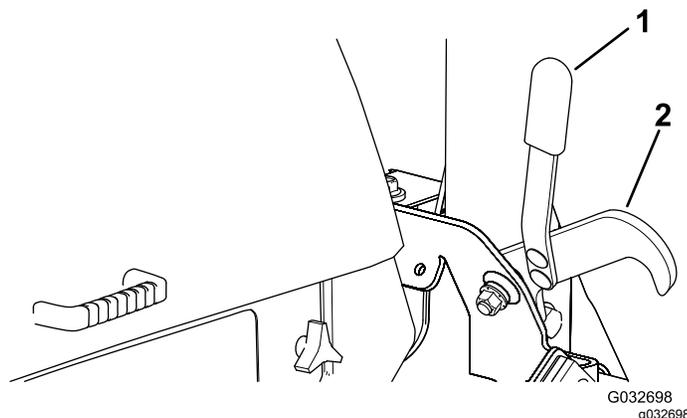

Рисунок 29
2. Используя ручку, расфиксируйте защелки, удерживающие деки в поднятом положении (Рисунок 29).